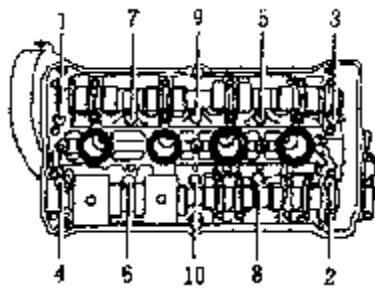

图 2-55 拧下气缸盖螺栓
(1) 气缸盖的拆卸步骤：
- ①查取车载收音机密码。关闭点火开关，断开蓄电池接地线。排空冷却液。
- ②拔下燃油分配管上的输油管 and 回油管，拆卸时要注意燃油系统是有压力的，拆下后封闭管路，以免污染燃油系统。拆卸进气歧管的排气歧管（三元催化器）。
- ③按顺序拆下活性炭罐电磁阀、点火功率终端级及空气质量计的插头。
- ④拔出软管的接头，拆下空气滤清器壳体。拔下点火线圈上的插头，拔下冷却液温度传感器上的插头。从缸盖上打开所有线路的卡箍，将电线置于一边。
- ⑤拔出通向气缸盖后侧热交换器的冷却液软管（须先松开连接法兰上的保持器）。拆卸正时带上护罩。通过曲轴正时带轮上的中心螺栓，沿发动机旋转方向盘动曲轴，将曲轴调至一缸上止点位置。
- ⑥用 T45 扳手松开正时齿带张紧装置，向下压正时带张紧装置，从凸轮轴正时带轮上拆下正时带，拧开 Torx 螺栓，向前摆动张紧板。
- ⑦拆卸气缸盖罩。
- ⑧按图 2-55 所示的顺序拧下气缸盖螺栓，拆下气缸盖。